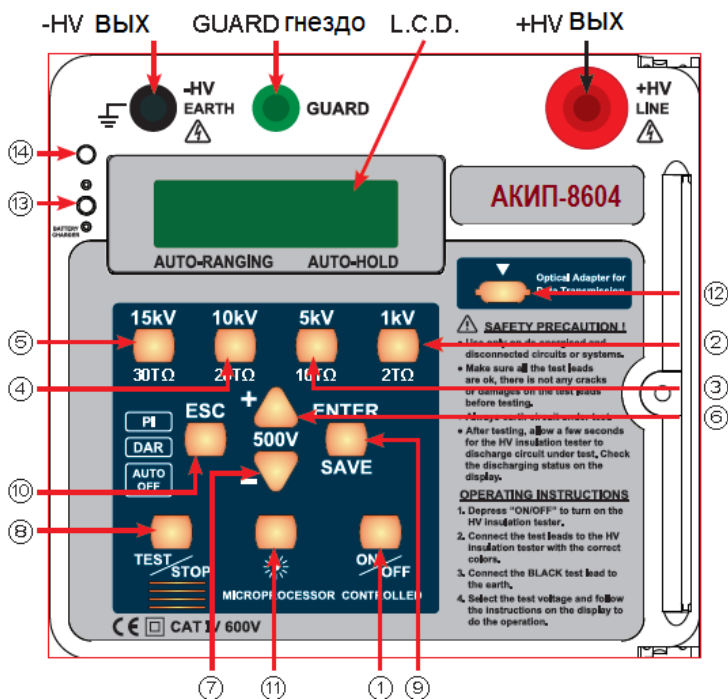

Рис. 6.1.
На рис. 6.1 показаны органы управления и индикации передней панели **АКИП-8604**.
- **15 кВ; 10 кВ; 5 кВ; 1 кВ** - при помощи соотв. синих клавиш (№№ 5 /4/ 3/ 2 – рис. 6.1).
4. Убедитесь, что изм. кабели, соединяющие тестер и испытуемый объект подключены правильно. По окончании проверки нажмите жёлтую клавишу (8) (**TEST/STOP**); На ЖК-дисплее появится сообщение, как показано ниже